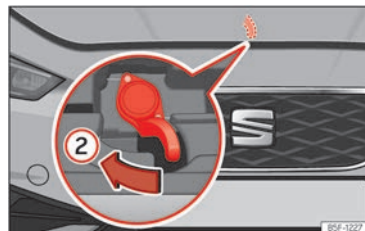

Abb. 230 Hebel unter der Motorraumklappe.
- Um die Frontklappe zu öffnen, drücken Sie den unterhalb der Frontklappe mittig vorgesehenen Hebel mit der Hand nach links » » » **(Abb. 230) 2**. Die Fanghaken werden entriegelt.